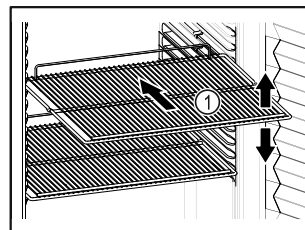

Fig. 56 Vejledende illustration
- Tilpas højden, når bæreristene Fig. 56 (1) kan flyttes.